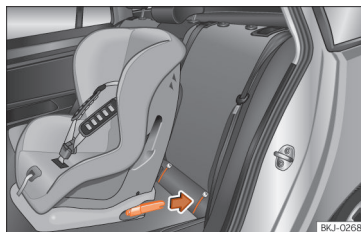

Abb. 39 Rücksitz: Einbau des Kindersitzes mit dem ISOFIX-System.
- Schieben Sie den Kindersitz auf die ISO-FIX/i-Size-Halteösen, bis er hörbar einrastet »» (Abb. 39). Wenn der Kindersitz über eine Top Tether-Verankerung verfügt, befestigen Sie ihn an der entsprechenden Öse »» S. 61. Befolgen Sie die Anweisungen des Kindersitzherstellers.